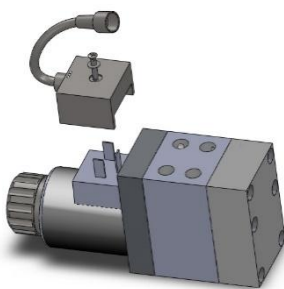
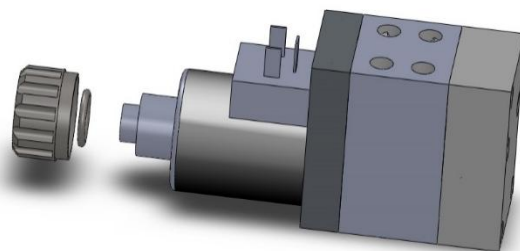
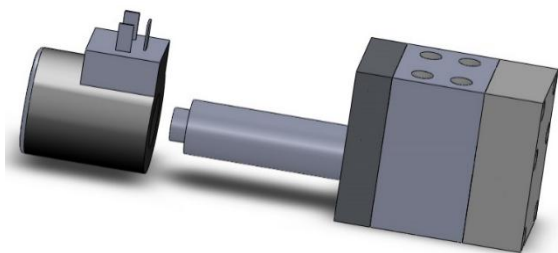
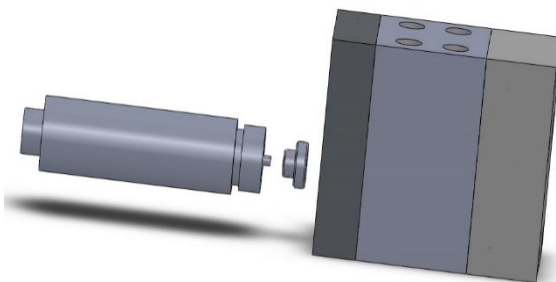

图 2
图 3
图 4
图 5
2、用十字螺丝刀取下霍尔传感器上 M3*16 螺钉，然后移除霍尔传感器(见图 2)；用手松开电磁铁上的锁紧螺帽(见图 3)，移去磁铁线圈(见图 4)；用 19 的开口扳手松动电磁铁导磁棒，然后用手缓慢拆下(见图 5)，注意此处限位环、O 型圈防止丢失；